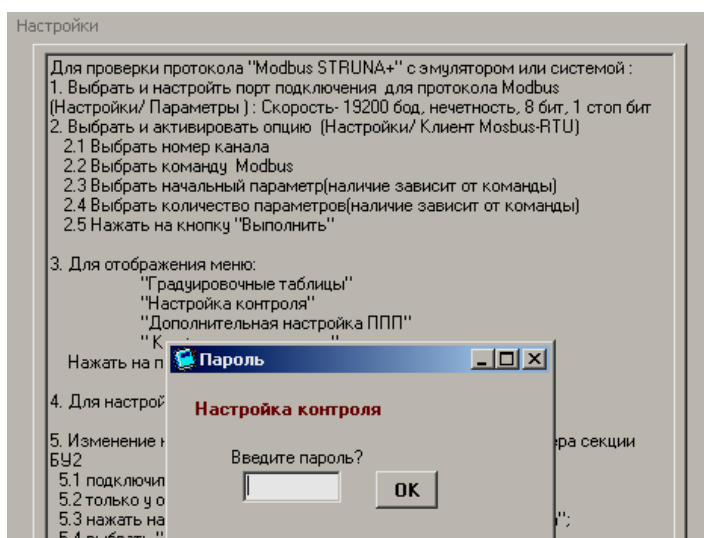

Рисунок 5.2
5.3 Ввести системный пароль (рисунок 5.2) для входа в форму конфигурации каналов. Первичный системный пароль – 11907 (смена пароля выполняется с БИ1).